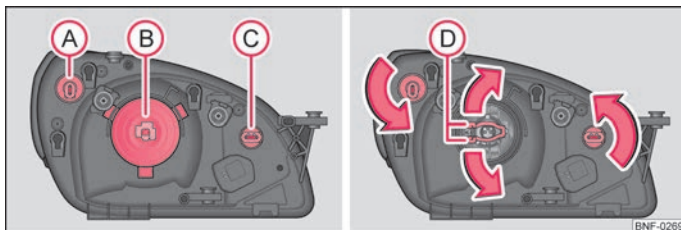

Fig. 119 Venstre forlygte - motorrum: Placering / Afmontering af pære
- Ⓐ - blinklys foran ⇒ Fig. 119
- Drej pæreholderen Ⓐ helt **mod uret**, og tag den ud ⇒ Fig. 119.
- Træk stikket af pæren Ⓑ ⇒ Fig. 119.
- Drej pæreholderen ① helt **mod uret**, og tag den ud ⇒ Fig. 119.